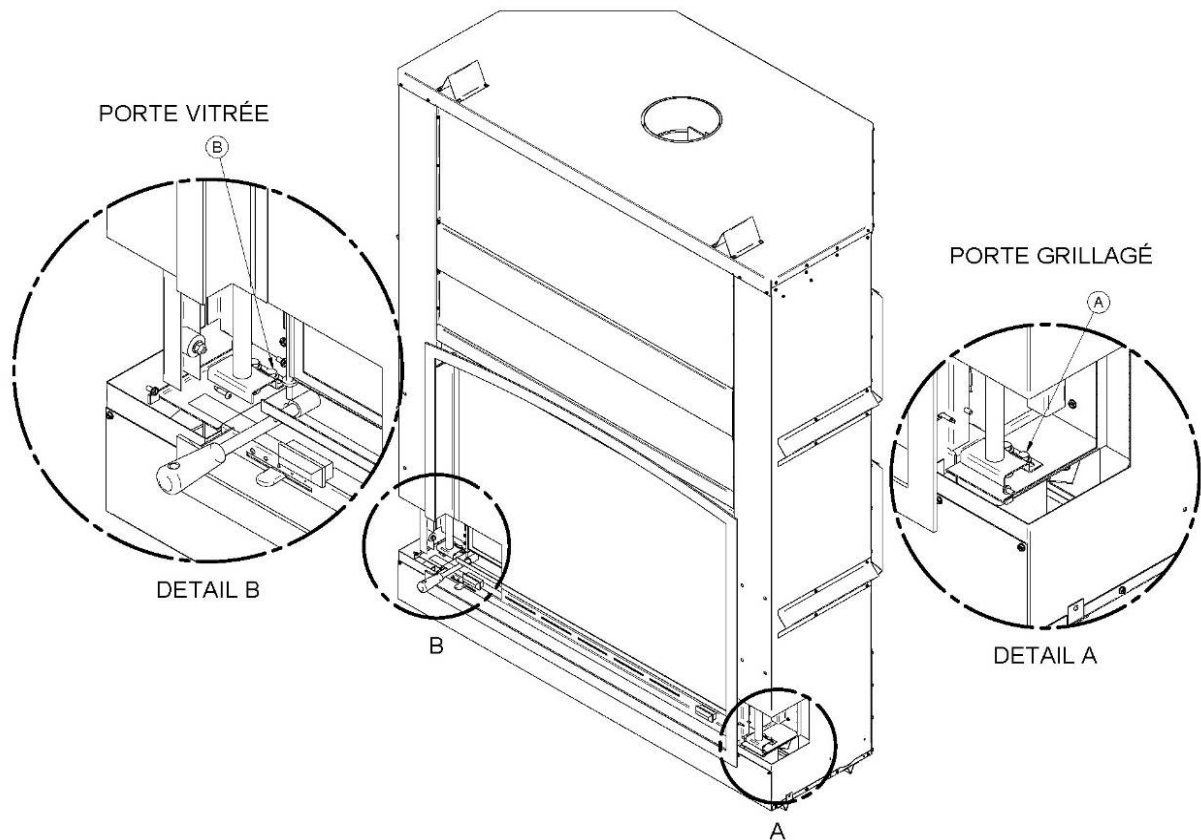

Figure 26
2. Dévissez complètement un des deux boulons (**Détail A**) qui sont situés en bas à droite de la porte grillagée (**voir Figure 26**).
3. Dévissez les deux boulons (**Détail B**) qui sont situés en bas à gauche de la porte (**voir Figure 26**).